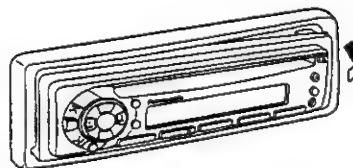

Fig. 5
② Appuyer sur le côté droit du panneau jusqu'à ce qu'un déclic se fasse entendre. (→ Fig. 5)